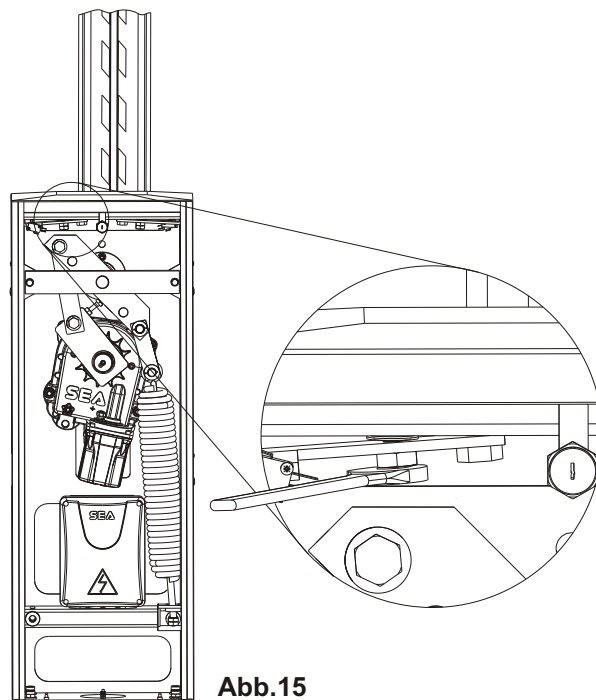

Abb. 15
- Endabgrenzungsschrauben durch Lösen der Muttern auf dem Endschalter entfernen (Abb. 15).
- Endabgrenzungsschrauben entsprechend anziehen oder lösen, damit sich der Schrankenbaum in exakt senkrechter Position beim Öffnen und in exakt waagrechter Position in Schließung befindet (Abb. 15).